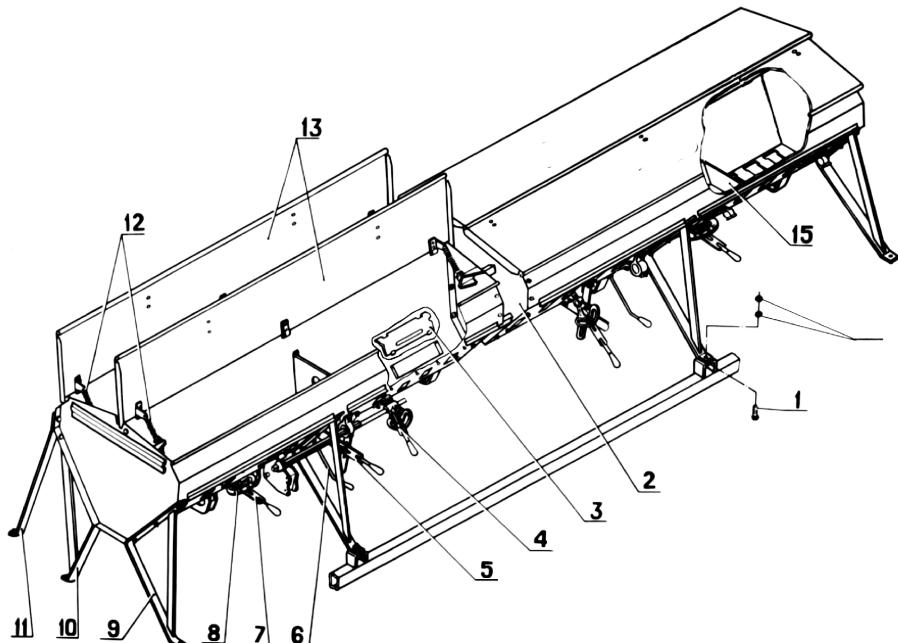
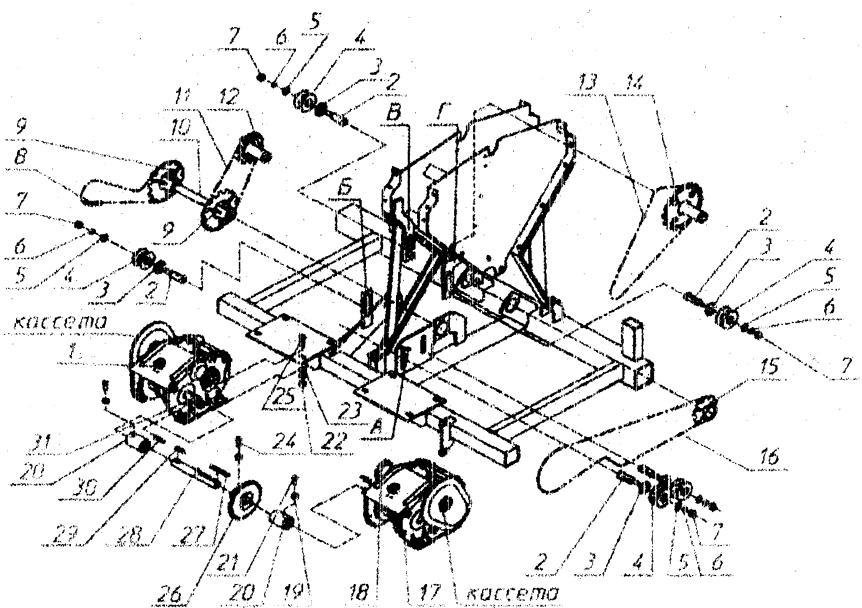
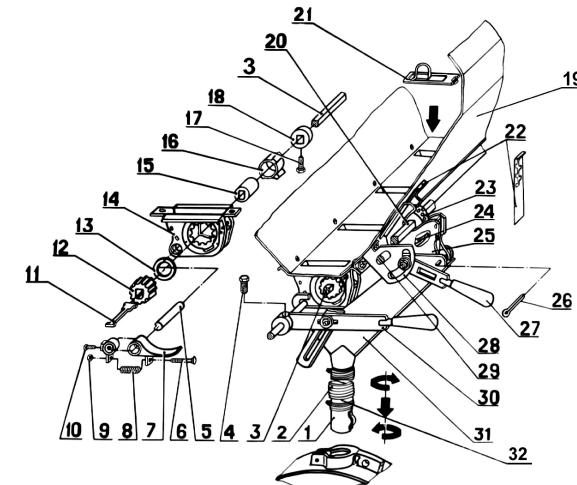

Рис. 12. Ящик зернотуковый
Рис. 45. Механизм привода зерновых и туковысевающих аппаратов
Рис.13. Зерновой и туковой высевающие аппараты
При необходимости отрегулируйте клапан, поджимая или ослабляя пружину 8 (рис. 13) нужного клапана при помощи болта 6 и гайки 9.
При высеве крупных семян зернобобовых культур для предотвращения их дробления зазор между плоскостью клапана и ребром муфты должен быть 8-10 мм. Этот зазор устанавливается рычагами опораживания 30 (рис. 13) для каждой половины ящика.
После указанных регулировок можно приступать к установке аппаратов т требуемую норму высева. Для этого подберите длину рабочей части катушек согласно принятому передаточному отношению и норме высева по диаграммам и установите её с помощью рычагов 10 (рис. 13) регулятора высева.
3.3.3 Ящик зернотуковый (рис. 12) состоит из двух частей, жестко соединенных между собой. Ящик имеет два отделения, переднее - для семян и заднее - для удобрений. Ящик зернотуковый закрывается четырьмя крышами 13, которые в закрытом и открытом положении удерживаются пружинными защелками.
2. Установите зернотуковый ящик на раму сеялки. Перед креплением ящика к раме сеялки необходимо отлицевать звездочку 12 вала зерновых высевающих аппаратов со звездочкой 9 промежуточного вала (рис. 45), для чего необходимо подвинуть ящик зернотуковый влево или вправо, до лицовки звездочек. Только после этого произвести крепление ящика зернотукового к раме сеялки при помощи болтов 1 и гаек 14 (рис. 12).
3. На площадки, приваренные на заднем брусе рамы, установите механизмы передач зерновых 1 и туковых 17 (рис. 45) высевающих аппаратов, при помощи болтов 25, шайб 23 и гаек 22.
вающий аппарат (рис. 13) имеет регулируемый клапан 7, позволяющий производить высев как мелких, так и крупных семян.
На задней стенке ящика установлены катушечные штифтовые высевающие аппараты для высева гранулированных минеральных удобрений с групповым опоражниванием (рис. 13).
Если посев производится без внесения удобрений, можно использовать весь объем зернотукового ящика для засыпки семян. В этом случае необходимо закрыть окна туковысевающих аппаратов задвижками 22 (рис.13) и вынуть заслонки 3 (рис. 12) из средней стенки ящика.
Для перекрытия зерновых высевающих аппаратов, в случае посева с между рядьями больше 150 мм, используют заслонки 21 (рис. 13).
5.1.4 Установите и закрепите семяпроводы 32 согласно рис. 13, при этом семяпроводы о отверстиями в воронках для датчиков контроля высева установите на 11 и 15 (по ходу сеялки) высевающие аппараты.